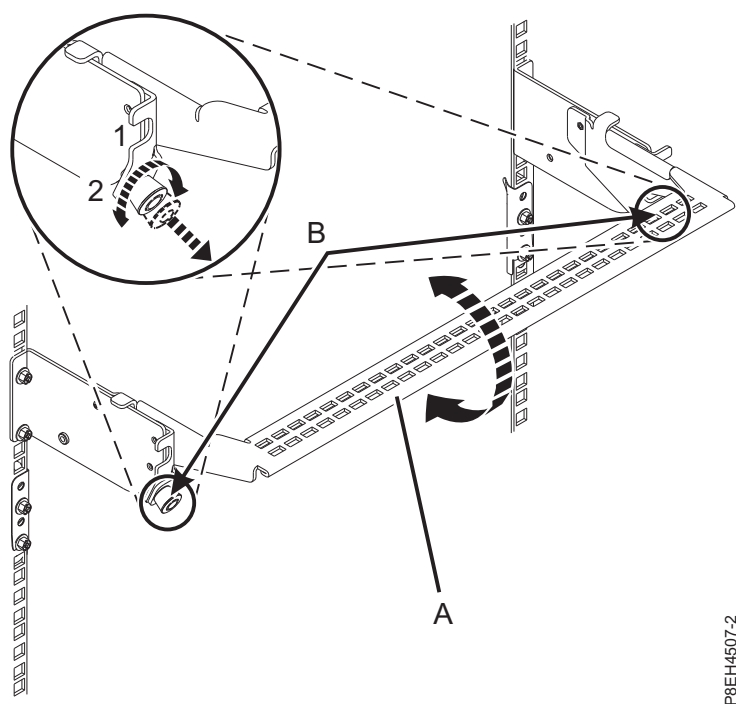

図 3. ケーブル管理ブラケットの保守位置への設置
7. PCIe3 拡張ドロワーの背面で、ケーブル管理ブラケットを保守位置に置きます。4 ページの図 3を参照してください。
- a. 1/4 回転ファスナー (B) を引き出し、ケーブル管理ブラケット (A) を上げた位置 (1) まで持ち上げながらそれらのファスナーを回転させて解放します。
- b. 1/4 回転ファスナー (B) を回転させ、ブラケットにかみ合わせて所定の位置にロックします。